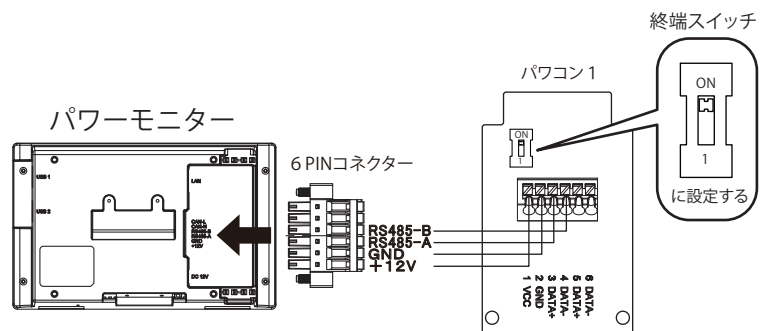

図 6-17 1 台のパワーコンディショナを接続するとき
- ・パワーコンディショナを単独で設置するときには、RS-485 の終端抵抗を ON に設定してください。(図 6-17)